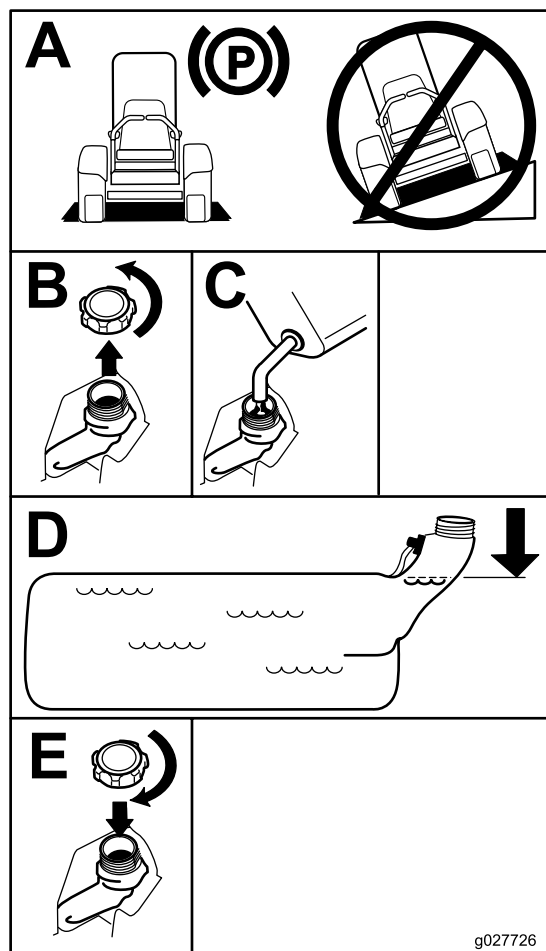

Figura 7
3. Limpie alrededor del tapón de combustible y retírelo. Añada gasolina normal sin plomo al depósito de combustible hasta que el nivel esté entre 6 mm y 13 mm (¼" y ½") por debajo de la parte inferior del cuello de llenado. Este espacio vacío permitirá la dilatación de la gasolina. No llene completamente el depósito de combustible; consulte (Figura 7).